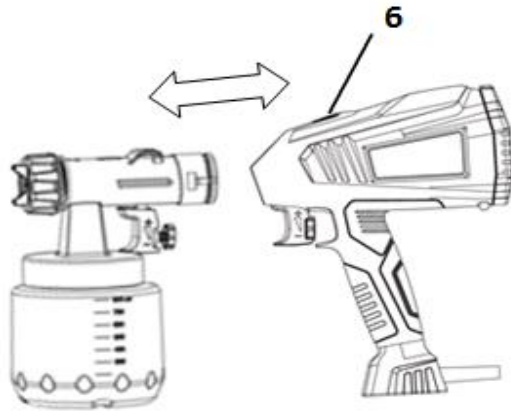

Рисунок 2
Для з'єднання частин потрібно вставити блок нагнітання повітря (7) в блок розпилення (12), Для роз'єднання – натиснути кнопку (6) й роз'єднати виріб (Рисунок 2).